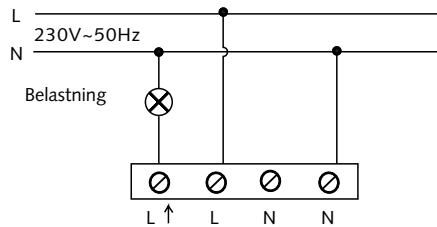
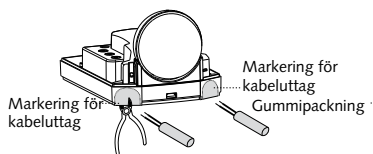

Bild 5
Bild 7-A
Kontrollera noggrant att kablarna är korrekt anslutna (se bild 5).
3. Skär ut kabelutgången (se bild 7-A) och mata kablarna genom kabeluttagen och följ diagrammet (se bild 7-B). Följ därefter bild 5 för att ansluta strömkablarna, ta bort 6-8 mm av kabelhylsan.